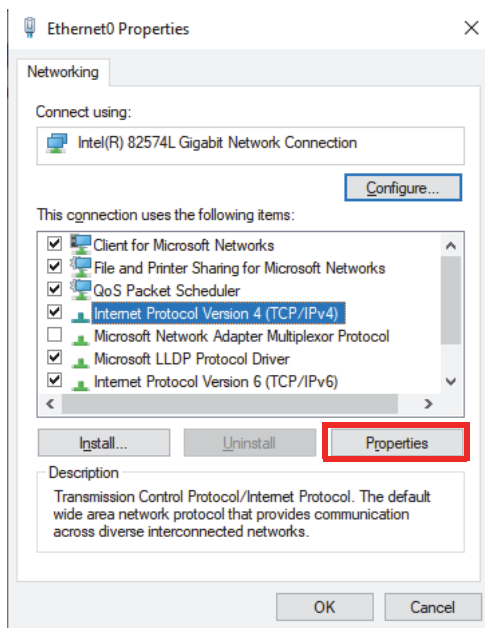

Рис. 7-1 Диалоговое окно Ethernet Properties
- b) Дважды щелкните на настройках **TCP/IPv4** (Рис. 7-1 на стр. 80).
(Настроить) [Рис. 7-1 на стр. 80], затем перейдите к вкладке **Advanced** (Расшир.).